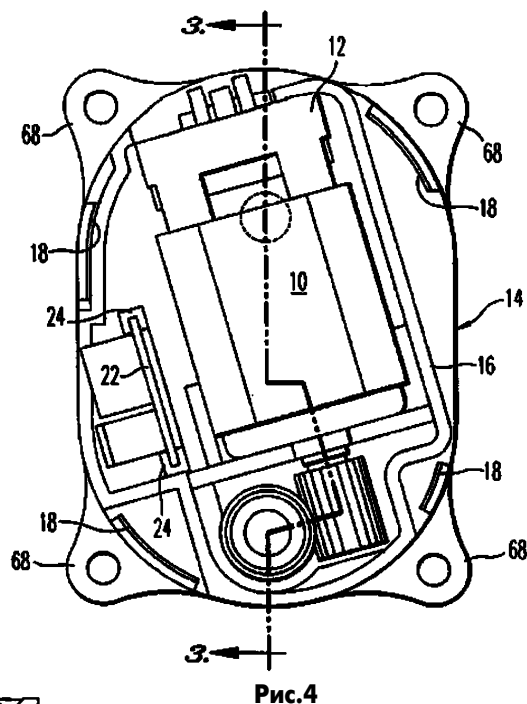

Рис.4
**Компактный миниатюрный мотор** описан в патенте США 6054785 (2000 г.). Как показано на **рис.4**, мотор постоянного тока 10 имеет постоянный магнит 12, закрепленный внутри коробки передач 14. Мотор 10 крепится на опоре 16. Внутри коробки передач 14 размещена печатная плата 22. Дело в том, что мотор 10 питается постоянным током, а внешнее напряжение переменное. На плате 22 размещены выпрямитель и узлы стабилизации напряжения. Вращение мотора передается наружу корпуса коробки передач посредством червячной передачи.